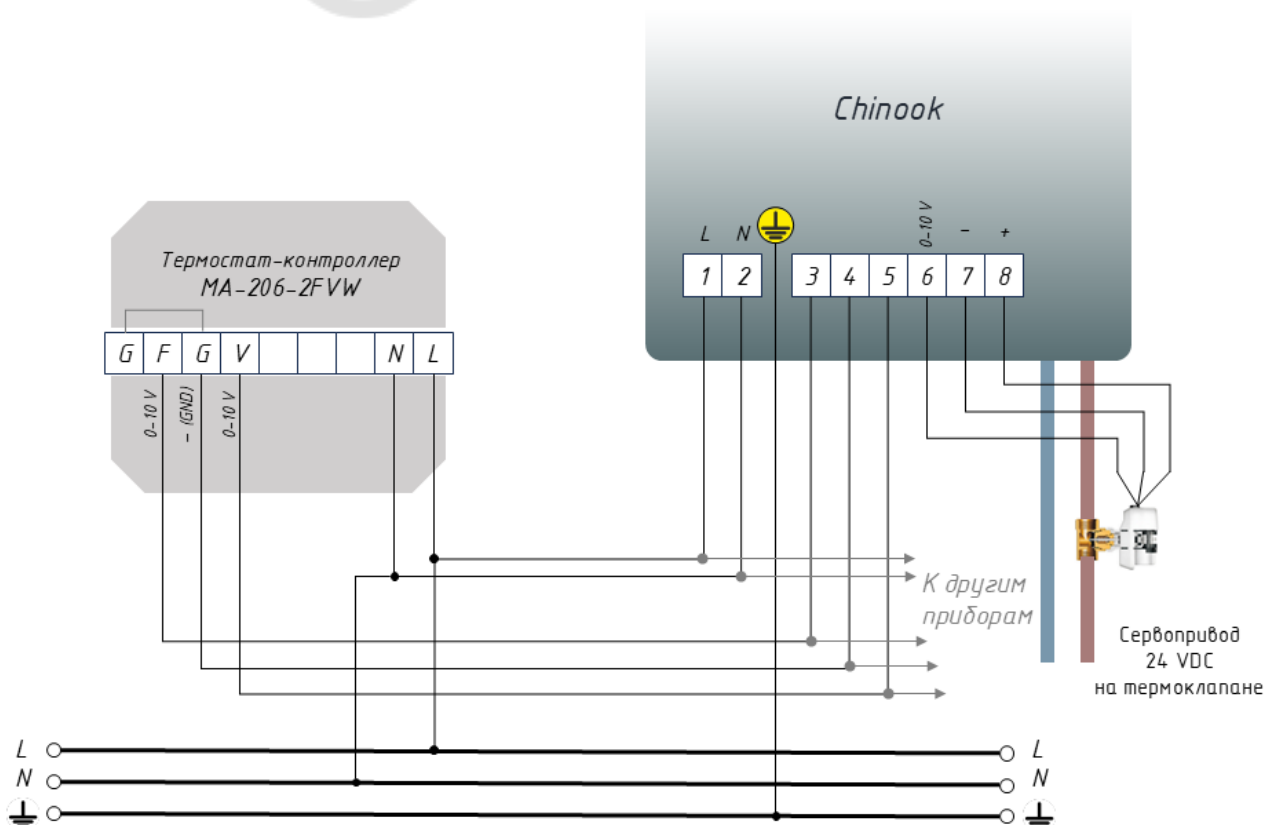

Рисунок 2. Функциональная схема подключения приборов *Chinook*
9. Установите термостат-контроллер и подсоедините к прибору, руководствуясь инструкцией по электромонтажу (рис.2). Термостат устанавливается на внутренней стене помещения на высоте 0.9-1.5 м в месте, наилучшим образом отражающем среднюю температуру внутри данного помещения. Не рекомендуется устанавливать термостат на внешние стены, на поверхности, куда падает прямой солнечный свет, в непосредственной близости к нагревательным приборам, за занавесками или мебелью.